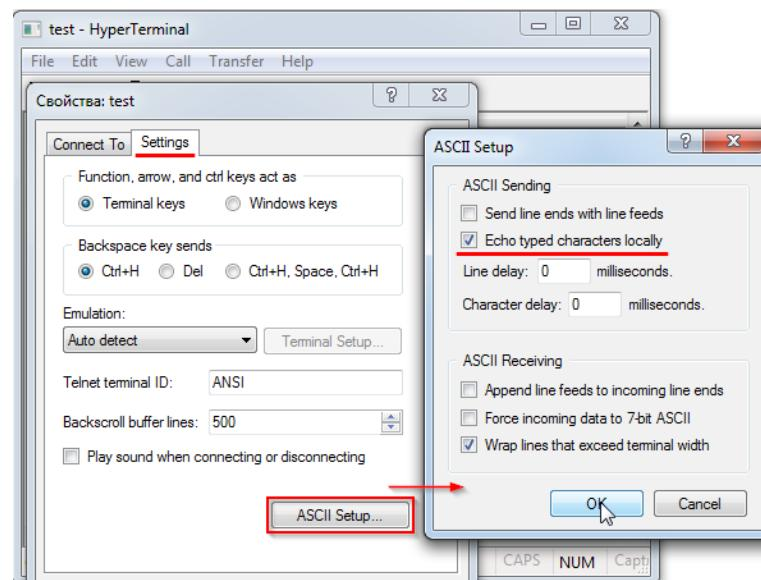

Рис.27. HyperTerminal. Настройка отображения вводимых AT-команд.
5. При необходимости в программе можно включить/выключить вывод эхо-команд на экран терминала для отображения вводимых AT-команд. Если эхо в модеме выключено, зайдите в свойства программы (*File > Properties*), перейдите на вкладку “Settings” и нажмите на кнопку “ASCII Setup”. Отметьте галочкой пункт “Echo typed characters locally/Отображать вводимые символы на экране” и нажмите “OK” (Рис.27). Если эхо включено, отмечать пункт не надо, иначе программа будет дублировать вводимые символы.